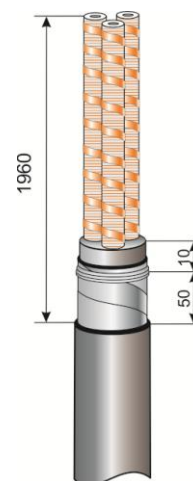

Рис.3
3. Удалить межфазный наполнитель, оставив выступ 10мм (Рис.3).